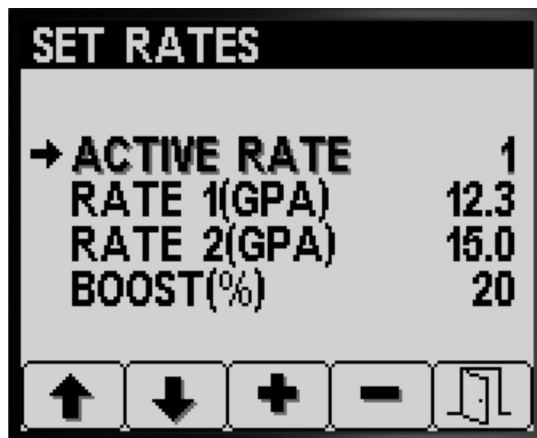

图 5
- 按 1 号或 2 号按钮导航至 ACTIVE RATE 激活的喷洒率 选项 图 5。
- 按 4 号按钮选择 ACTIVE RATE 激活的喷洒率 选项 图 5。
- 按 3 号或 4 号按钮将编程激活的喷洒率设置为 RATE 1 喷洒率 1 或 RATE 2 喷洒率 2 图 5。